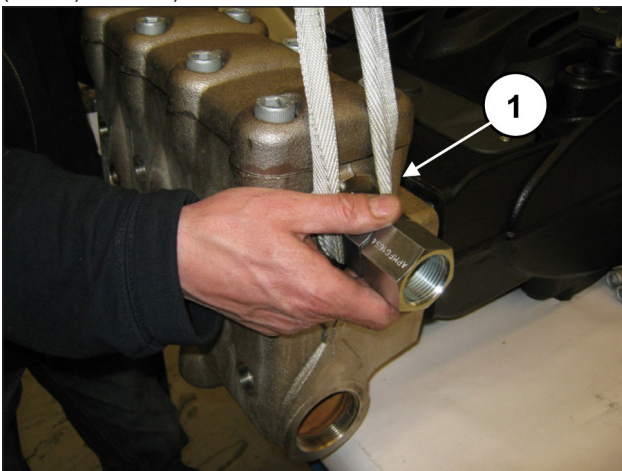
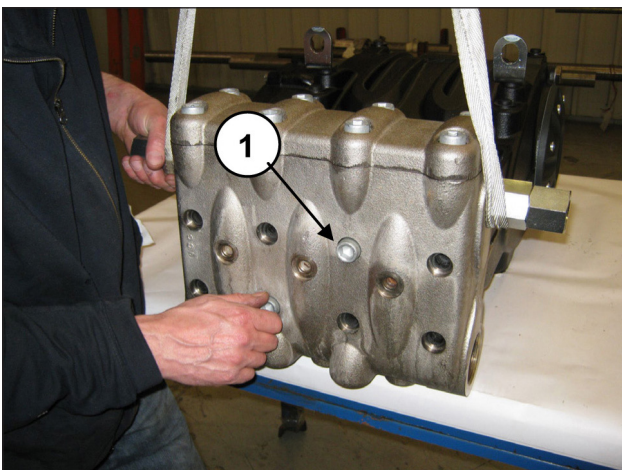

Abb. 135
Abb. 136
Bauen Sie den Kopf auf das Pumpengehäuse an (Pos. ①, Abb. 135) und achten Sie darauf, nicht gegen die Kolben zu stoßen. Ziehen Sie dann die 8 Schrauben M16x180 fest (Pos. ①, Abb. 136).